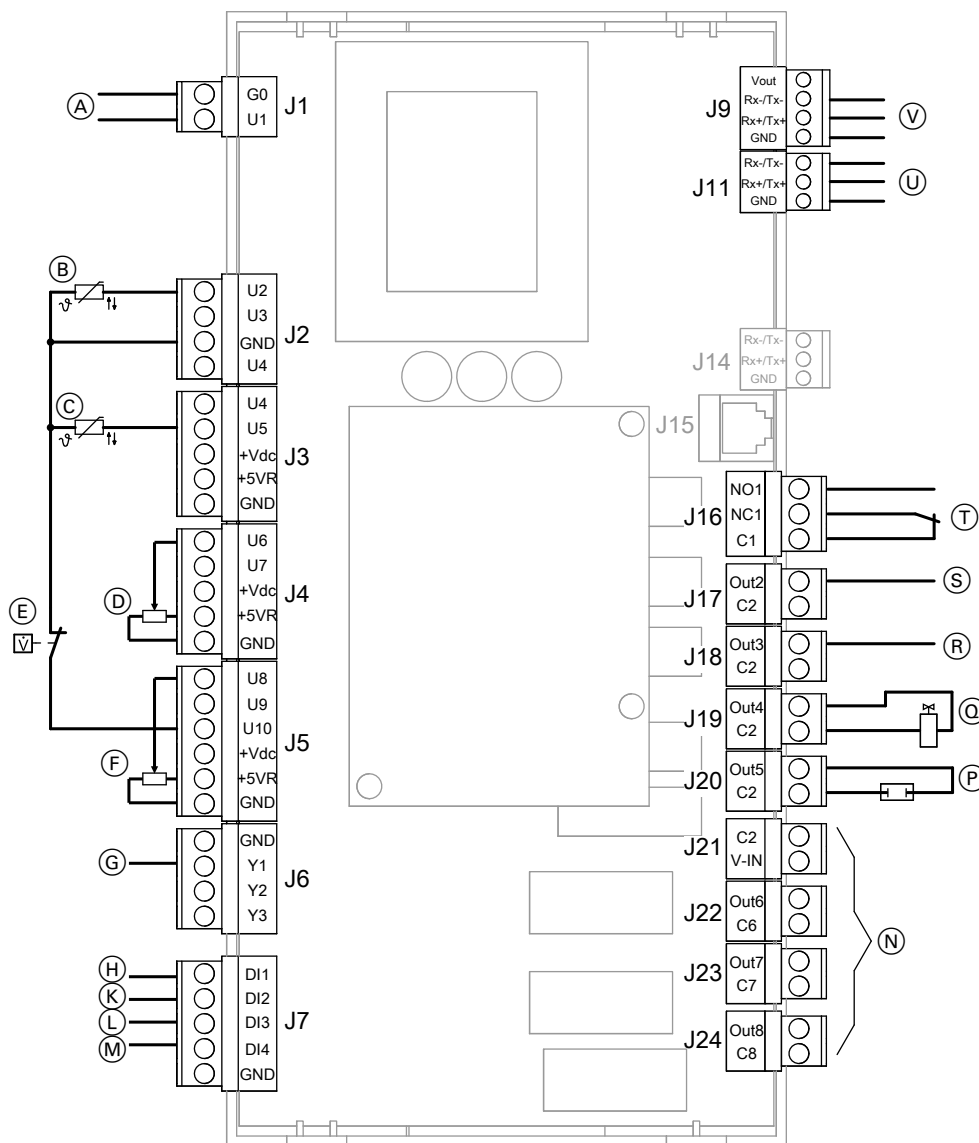

Abb. 84
- Ⓓ Modbus-Verbindungsleitung zur Reglerleiterplatte, Anschluss Ⓟ in Abb. 84